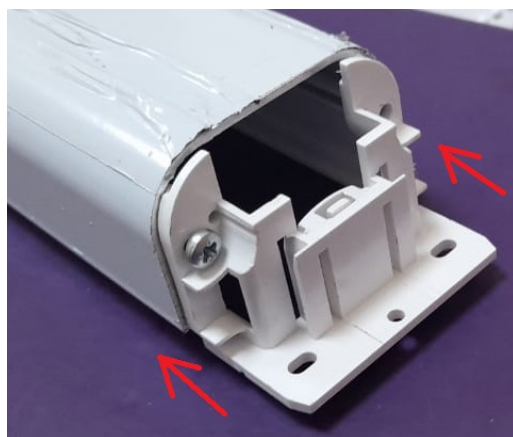

Рис. 4.17
4.9. Установить кронштейн со вставкой на короб со стороны управления и закрепить его шурупами 3x12 (Рис. 4.17).